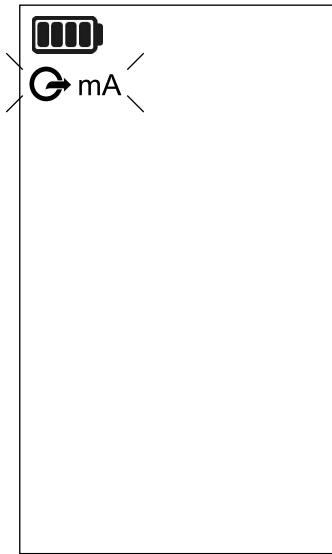

Figure 2-3 : Écran d'ouverture typique
1. Pour mettre le calibrateur sous tension, appuyez sur le bouton d'alimentation jusqu'à ce que l'écran fonctionne. Il actionnera normalement le buzzer, affichera le texte UPS4E, puis affichera un écran d'ouverture typique. Voir Figure 2-3. S'il s'agit de la première utilisation du calibrateur après avoir installé de nouvelles piles, il vous demandera d'entrer la date et l'heure. Voir « Première utilisation - Date et heure ».